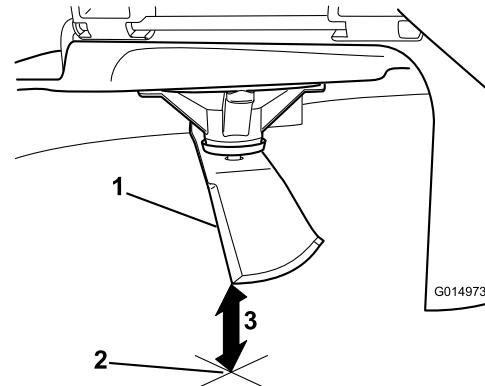

Bild 78
5. Messen Sie von der Messerspitze bis zu ebenen Fläche (Bild 78).